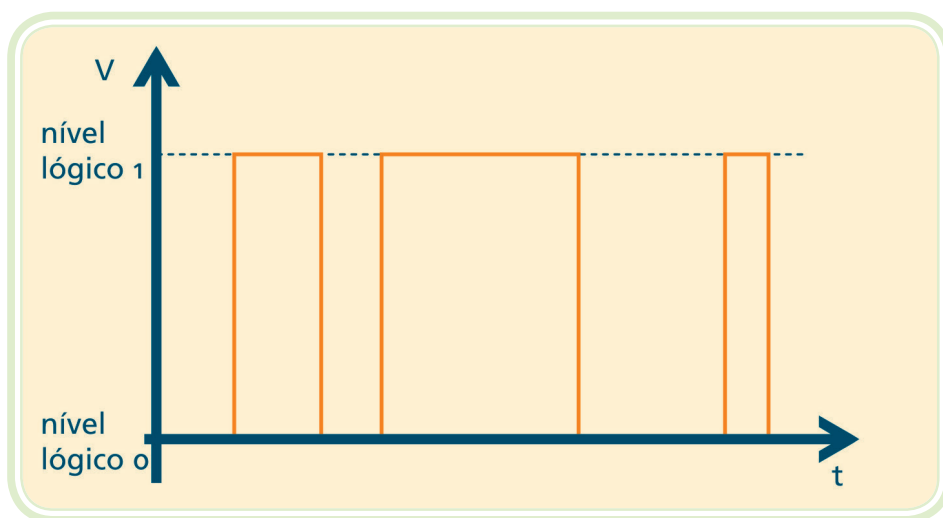

Figura 9.3: Sinal digital
b) Sinal digital – sinal que tem uma variação por saltos de uma forma descontínua (Figura 9.3).